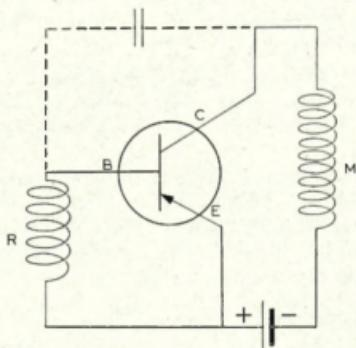

Fig. 26
Pour comprendre le fonctionnement électrique du calibre AN, il suffit de comprendre comment on a remplacé le contact par un transistor. La fig. 26 est le schéma électrique. La bobine M est la bobine
Le balancier reçoit ainsi son impulsion de la même façon que dans le calibre BN. A noter que pour des raisons trop longues à expliquer ici, le courant qui passerait ainsi dans la bobine M serait un courant ondulé. Pour lui donner une forme rectiligne on ajoute entre B et C un condensateur, représenté en pointillé sur le schéma de la fig. 26.
de la bobine réceptrice R. Si nous regardons attentivement le schéma, nous voyons qu'il est exactement semblable à celui du calibre AN (fig. 26) avec seulement une disposition différente. Là encore, nous trouvons un aimant, deux bobines, un transistor (3) et un condensateur (4).